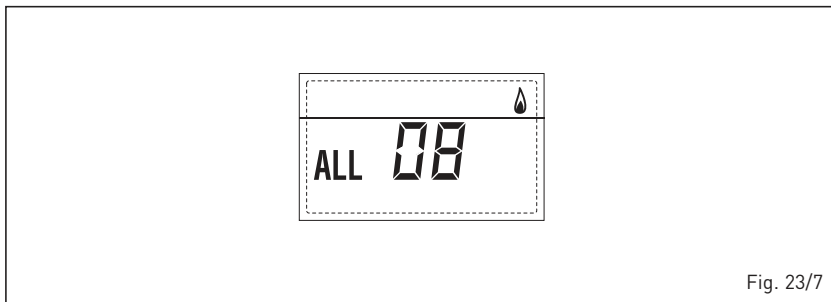

Fig. 23/7
- **ANOMALÍA CIRCULACIÓN AGUA “ALL 09” (fig. 23/8)**